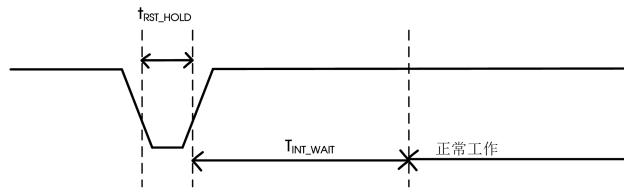
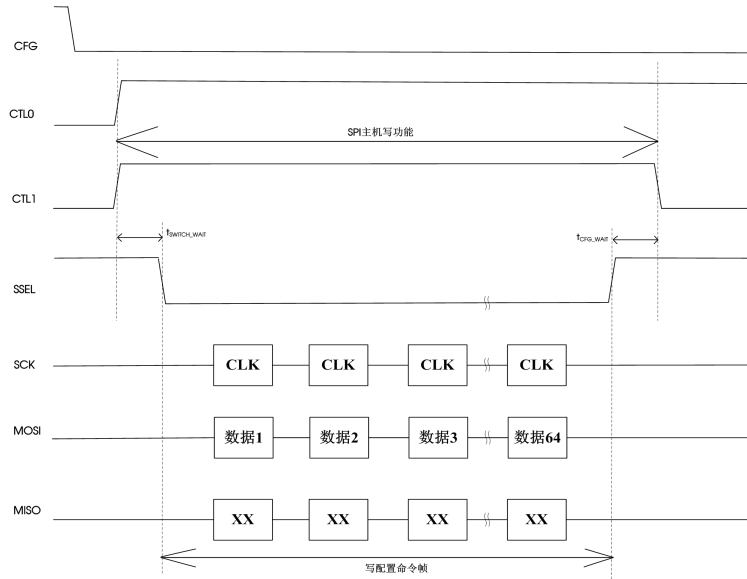

图 1 复位时序图
图 5 写配置
注：(1) 时序图参考图 1~图 5
(2) n 为用户实际配置的 UART 帧间隔字符数